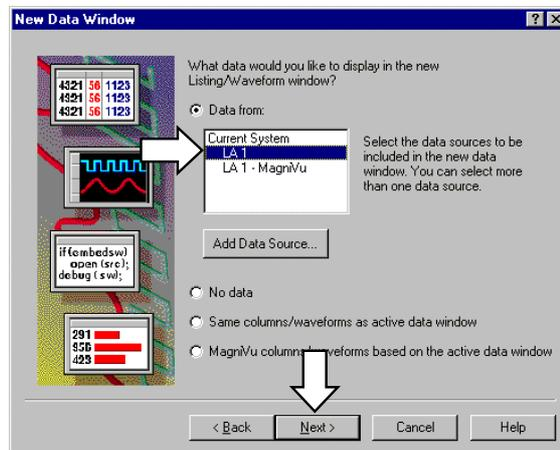

図 3-43 : [New Data Window]ウィザードのデータ・ソースを選択するためのダイアログ・ボックス
3. 図 3-43 のダイアログ・ボックスが現れるので、[Data from]オプション・ボックスを選択し、リスト・ボックスの[LA 1]を選択し、<Next>ボタンをクリックします。